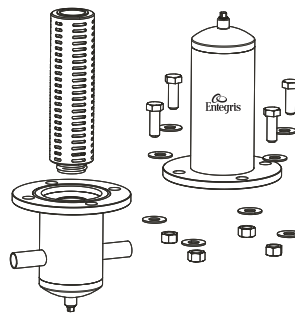

図 5.
6. カートリッジの O-リングはしっかりとフィットして密封性を高める設計になっているため、カートリッジは少し力を入れて左右に振りながら押し込みます (図 5)。